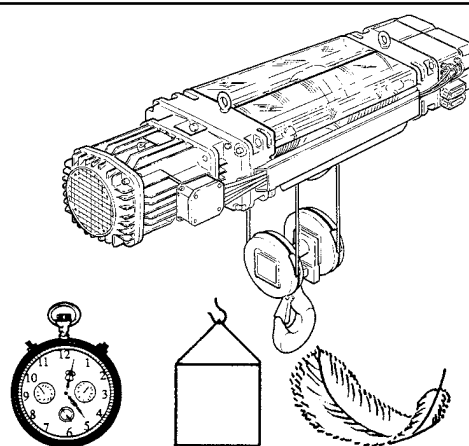

fig. 117
- **SEMPRE** verificare la rispondenza prestazionale del paranco in relazione al servizio cui è destinato. (cicli di lavoro - intermittenza - tempo di utilizzo - carico da movimentare) - (fig. 117).